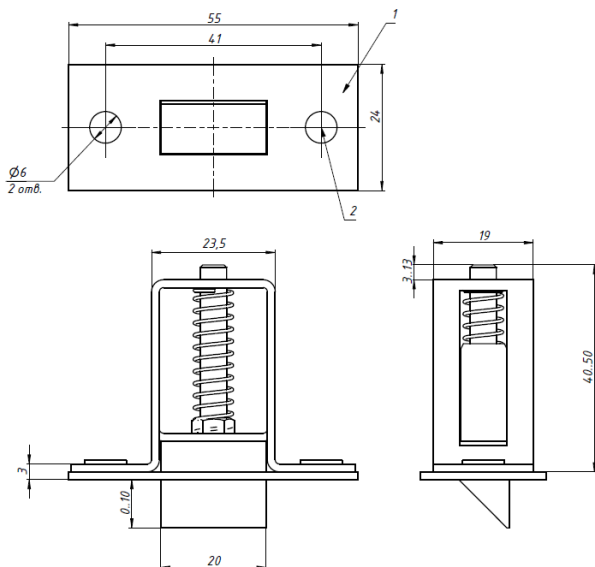

Рис.2 Габаритные и установочные размеры защелки
- 1) Разметить места крепежных отверстий (2) защелки, просверлить.
- 2) Приложить защелку лицевой пластиной (1) к выполненным в п.1 отверстиям и разметить контур лицевой части защелки и корпуса.
- 3) Выполнить отверстие для установки корпуса глубиной не менее 50 мм (рис.2).
- 4) Если необходимо, выполнить обнижение для лицевой пластины (1).